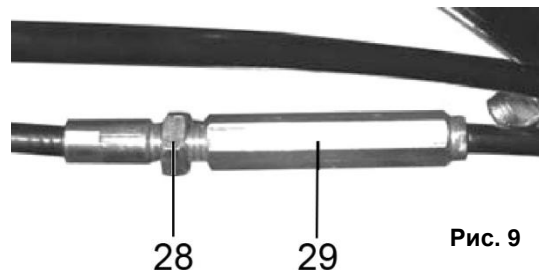

Рис. 9
- Рычаги (2) и (4) привода колес и шнека должны полностью прижиматься к рукоятке управления. Если этого не происходит, значит, тросики перетянуты, и их необходимо ослабить.
- Отрегулируйте приводные тросы с помощью резьбовой втулки (29) (См. Рис.9), расположенной в средней части троса.
- Для натяжения тросика: ослабьте гайку (28), а затем переместите резьбовую втулку (29) вверх и затяните гайку (28) (См. Рис.9) до втулки.
- Для ослабления тросика: ослабьте гайку (28) и переместите резьбовую втулку (29) вниз и затяните гайку (28) до втулки.